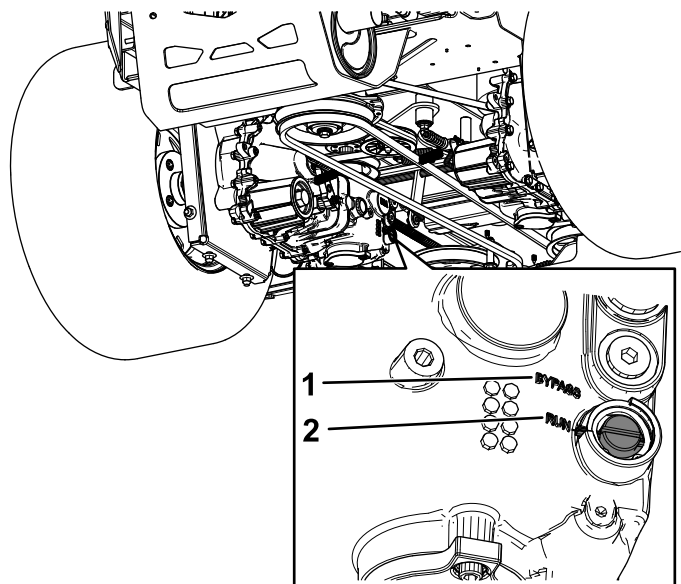

Figura 38
3. Usando un destornillador de punta plana, gire ambas levas a la posición de DESVÍO (Figura 38).
5. Para conducir la máquina, gire ambas levas a la posición de MARCHA (Figura 38).